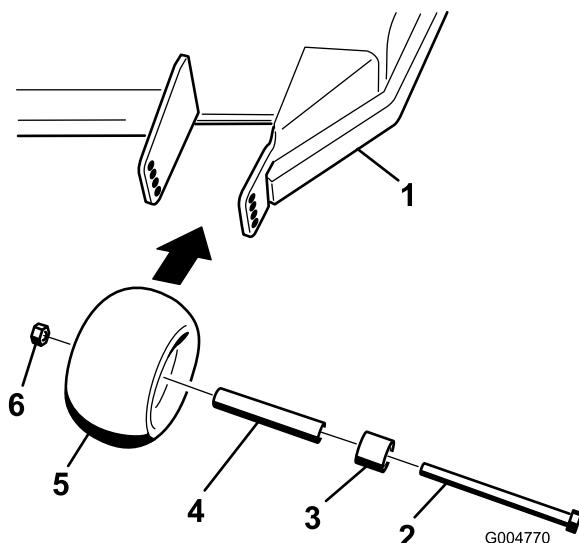

Figura 15
1. Despues de ajustar la altura de corte, revise los rodillos para asegurarse de que haya una separación mínima del suelo de 10 mm (3/8 pulg.) (Figura 14, Figura 15, Figura 16).
2. Si es necesario realizar ajustes, retire el perno, las arandelas y la tuerca (Figura 14, Figura 15, Figura 16).
3. Seleccione un taladro para que los rodillos tengan una separación mínima del suelo de 10 mm (3/8 pulg.) (Figura 14, Figura 15, Figura 16).
4. Instale el perno y la tuerca (Figura 14, Figura 15, Figura 16).